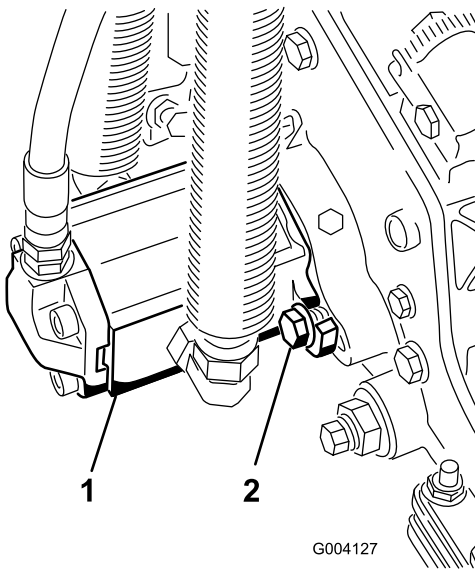

Figura 14
15. Montate il motore ruotato in senso orario in modo che le flange del motore non tocchino i bulloni (Figura 14).